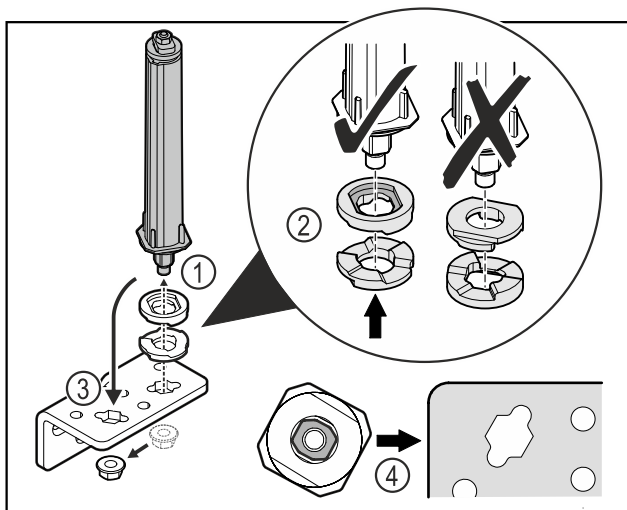

Fig. 39
- ▶ Løsn møtrikken, og fjern dørlukkesystemet Fig. 39 (1).
- ▶ Vær opmærksom på, at højdeindstillingskiverne vender korrekt Fig. 39 (2).
- ▶ Flyt lukkesystemet i hængselvinklen, og fastgør med møtrikken Fig. 39 (3).
- ▶ Vær opmærksom på, at dørlukkesystemet vender korrekt, når det sættes i Fig. 39 (4).